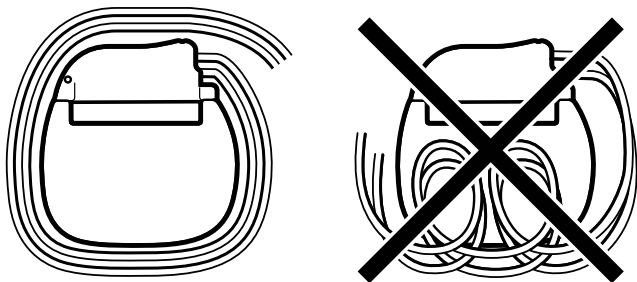

Figure 3. Enrouler toute longueur excédentaire de l'extension autour du neurostimulateur.
- Ne pas enrouler la longueur excédentaire d'extension sur le dessus du neurostimulateur. Enrouler la longueur excédentaire de l'extension autour du neurostimulateur (Figure 3) afin de réduire au maximum la profondeur de la poche sous-cutanée, d'aider à réduire au maximum les risques de détérioration lors du remplacement chirurgical du neurostimulateur et les risques d'entortillement de l'extension, et de réduire au maximum les interférences lors des transmissions par télémetrie et des opérations de recharge. La longueur excédentaire de l'extension ne doit pas être enroulée sur plus de deux tours autour du neurostimulateur. Les longueurs d'extension devant être enroulées sur plus de deux tours peuvent interférer avec la télémetrie.